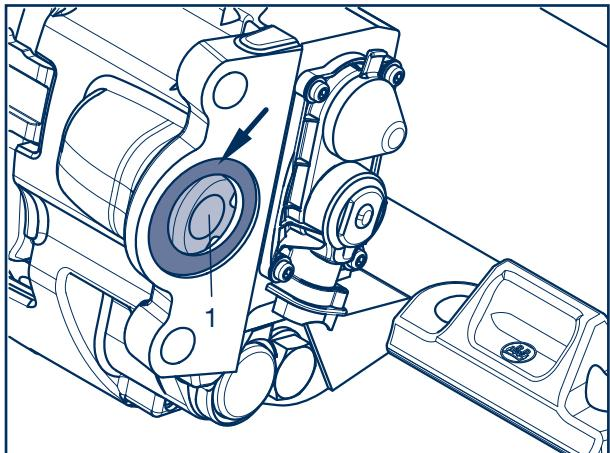

Fig. 2
- [4] Die Dichtfläche (Fig. 2/Pfeil) muss frei von Schmutz und Korrosion sein. Vor dem Einsetzen des neuen Bremszylinders die Kalotte im Hebel (1) und die Dichtfläche mit **Renolit HLT2** fetten.
- [4] The seal surface (Fig. 2/arrow) must be free from dirt and corrosion. Before inserting the new brake cylinder, grease the cup in the lever (1) and the sealing surface with Renolit HLT2.
- [4] La surface d'étanchéité (fig. 2/flèche) doit être exempte de salissure et de corrosion. Avant l'insertion du nouveau cylindre de frein, graisser la calotte du levier (1) et la surface d'étanchéité à l'aide de Renolit HLT2.